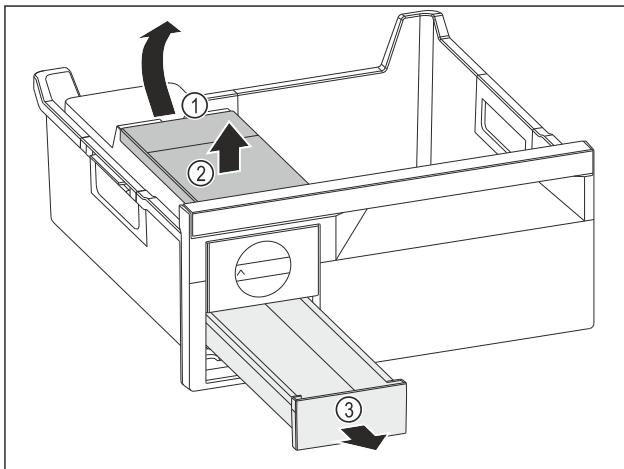

Fig. 75
- Odoberte nádržku na vodu: Nádržku na vodu nadvihnite za vybranie Fig. 75 (1).
- Nádržku na vodu Fig. 75 (2) odoberte smerom nahor.
- Zásuvku na kocky ľadu Fig. 75 (3) odoberte smerom nahor.